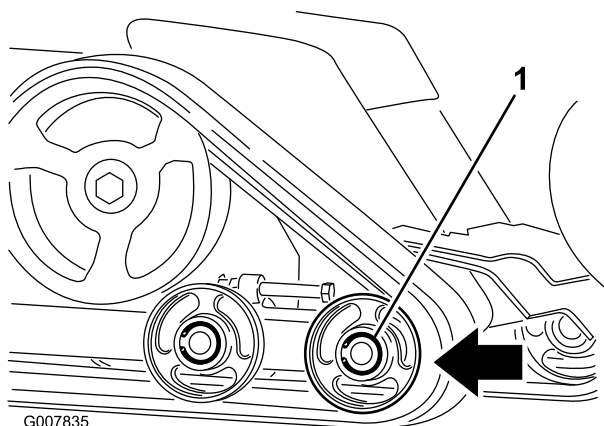

Figure 61
6. Poussez le galet de roulement avant aussi loin que possible vers l'arrière (Figure 61).
8. Lorsque la chenille est déchaussée, déposez-la de la machine (Figure 61).
9. Pour installer une chenille neuve, commencez par l'enrouler autour de la roue d'entraînement, en vérifiant que les crampons s'engagent correctement entre les entretoises sur la couronne (Figure 61).
10. Poussez la chenille sous et entre les galets de roulement arrière et central (Figure 61).